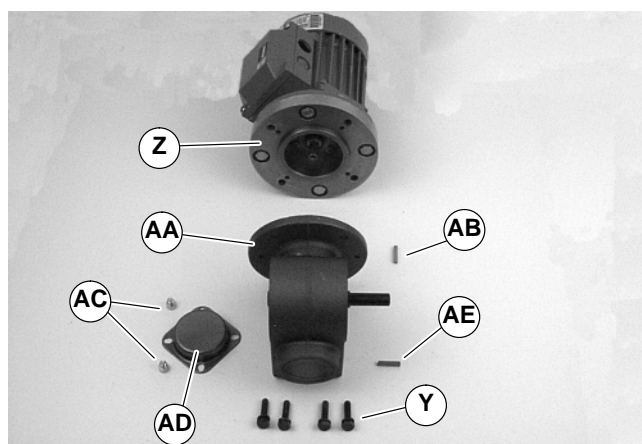

Abbildung 16
5. Vier Schrauben entfernen (Y siehe Abbildung 16). Motor mit Adapterflansch (Z) vom Untersetzungsgetriebe (AA) abheben. Paßfeder der Motorwelle (AB) an Ort und Stelle belassen.
11. Mit der Paßfeder (AB siehe Abbildung 16) in der Nut, den Motor samt Adapterflansch (Z) mit dem Untersetzungsgetriebe (AA) zusammenschieben. Die Schrauben einsetzen (Y) und festziehen.